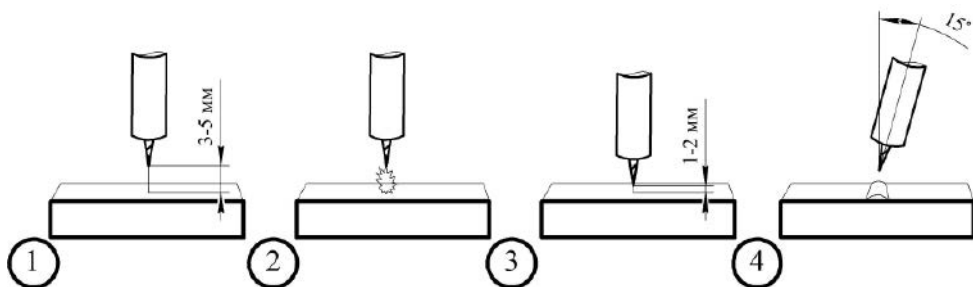

Рис.7.5.1. Высокочастотный поджиг дуги.
**Высокочастотный поджиг (HF)** позволяет зажечь TIG дугу без касания к изделию. Основное преимущество в том, что при зажигании дуги в основном металле не остается вольфрамовых включений (см. рис. 7.5.1).